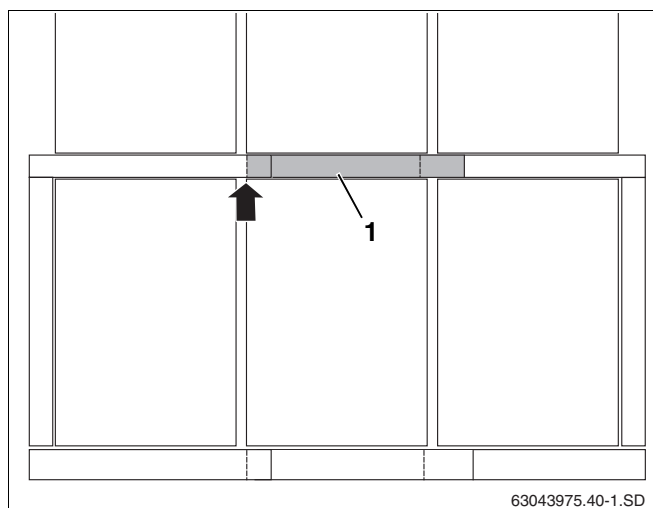

Fig. 53 Posizionamento delle lamiere di copertura centrali
In presenza di più di due collettori, sono necessarie delle lamiere di copertura centrali (fig. 53, **pos. 1**) tra le serie di collettori. Queste devono essere montate, sul lato sinistro, a paro con il collettore (freccia).